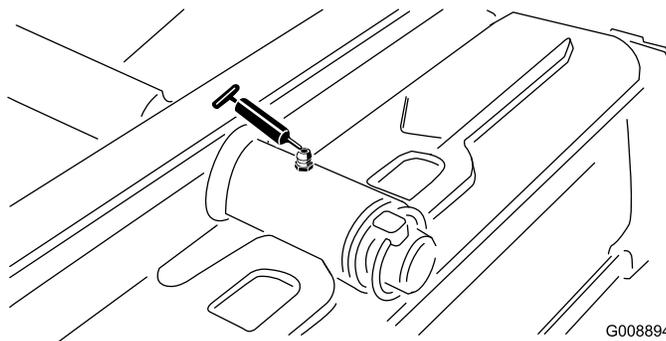

Figura 30
- Articulação da unidade de corte traseira (Figura 30)